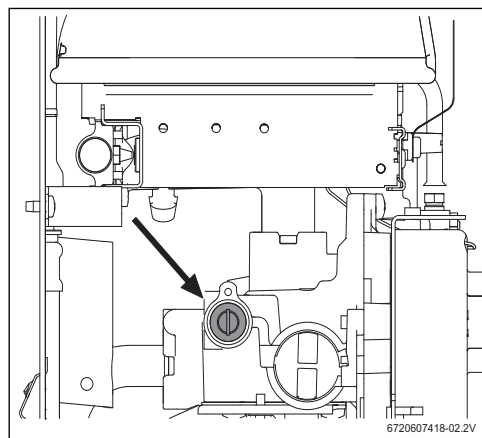

Fig. 15 Parafuso de ajuste de caudal de gás máximo
- ▶ Retirar a selagem do parafuso de ajuste (Fig. 15).
- ▶ Utilizando o parafuso de ajuste (Fig. 15) regular a pressão até atingir os valores indicados na tabela 8.